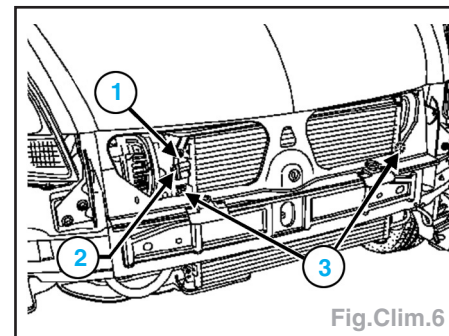

Fig.Clim.6
- la patte de maintien (1) de la canalisation sur le condenseur (Fig.Clim.6),
- la vis de fixation (2) du raccord de canalisation entre le compresseur et le condenseur,
- les vis de fixation (3) du condenseur sur le radiateur.